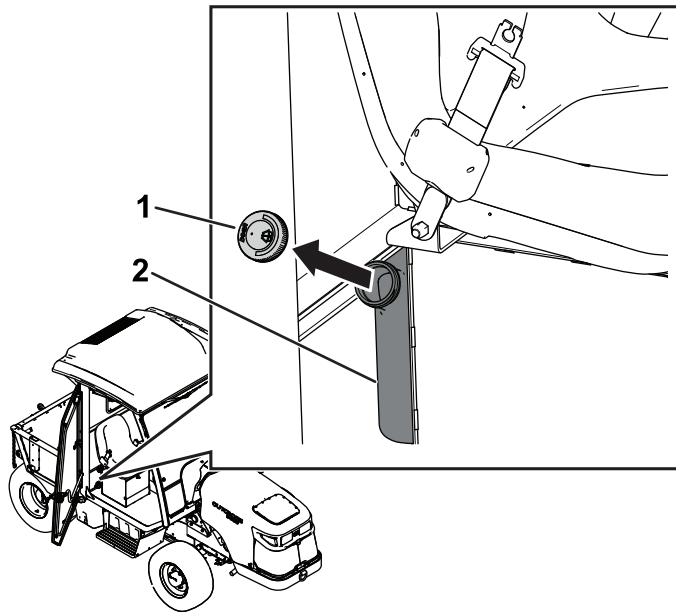

Figure 129
1. Retirez le bouchon du réservoir (Figure 129).